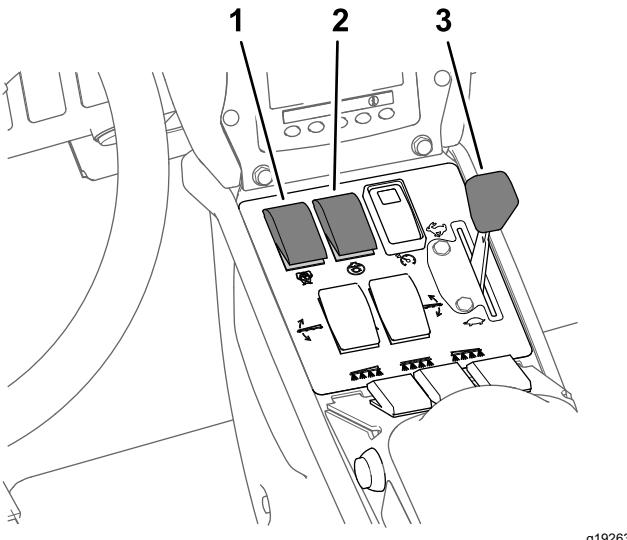

Bild 33
4. Stellen Sie die Gasbedienung auf die gewünschte Motordrehzahl, siehe Bild 33 in Sprühen im Dosierungsmodus \(Seite 35\).
Hinweis: In diesem Schritt wird vorausgesetzt, dass die Sprühpumpe eingeschaltet ist, siehe Bild 33 in Sprühen im Dosierungsmodus \(Seite 35\).